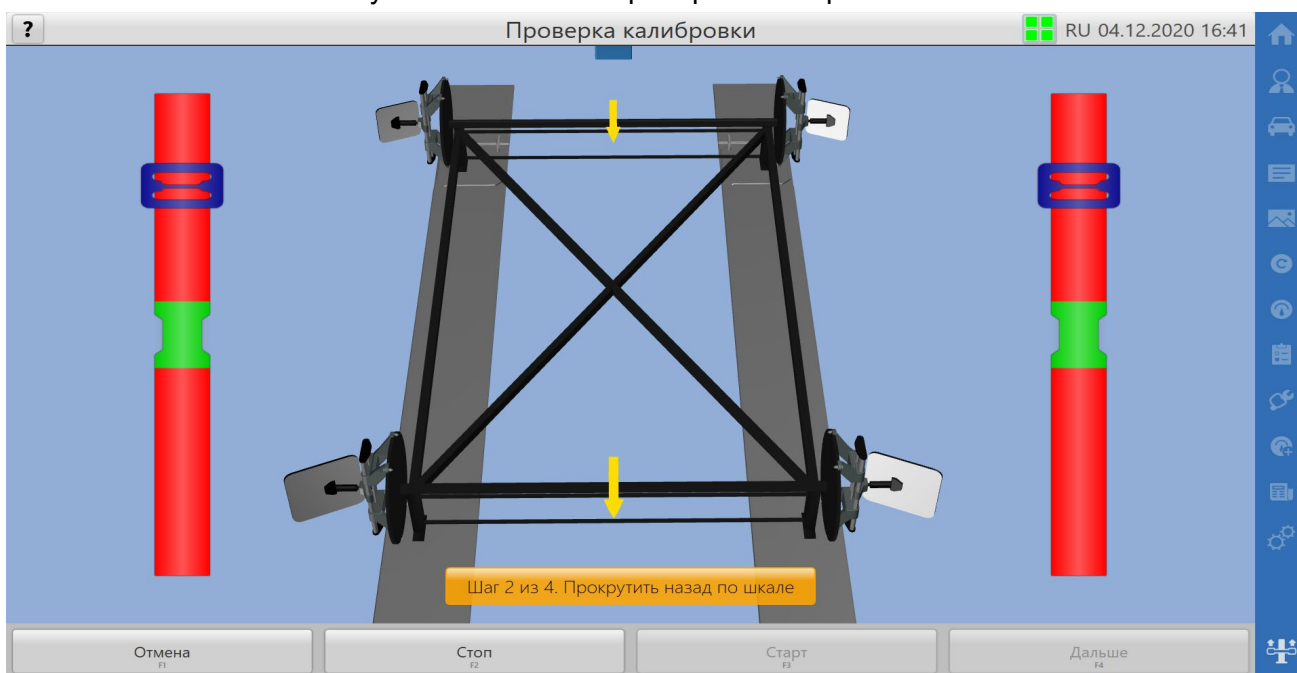

Рисунок 7.4.2 – Окно проверки калибровки с использованием ISO-рамы с захватами
- проверка калибровки ISO-рамой с захватами (с имитаторами колес), рисунок 7.4.2;